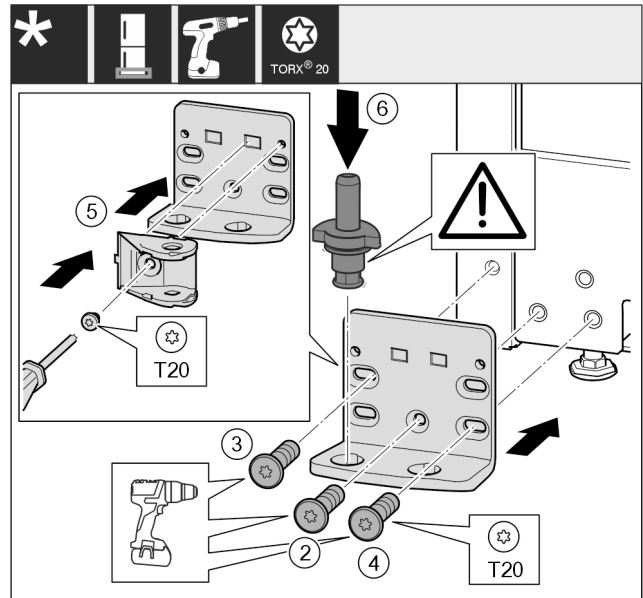

Fig. 48 *
- Helyezze fel a csapágybakot a másik oldalra, és csavarozza fel csavarhúzóval. Kezdje alul a középső csavarral Fig. 48 (2).*
- Húzza meg a csavart Fig. 48 (3) és a csavart Fig. 48 (4).*
- Fordítsa el 180°-kal a záráscsillapító egységet Fig. 48 (5). Csavarozza fel a csapágybak másik oldalára csavarhúzóval.*
- Helyezze be teljesen a csapszeget Fig. 48 (6). Ügyeljen közben arra, hogy a reteszelő bütyök hátrafelé mutasson.*